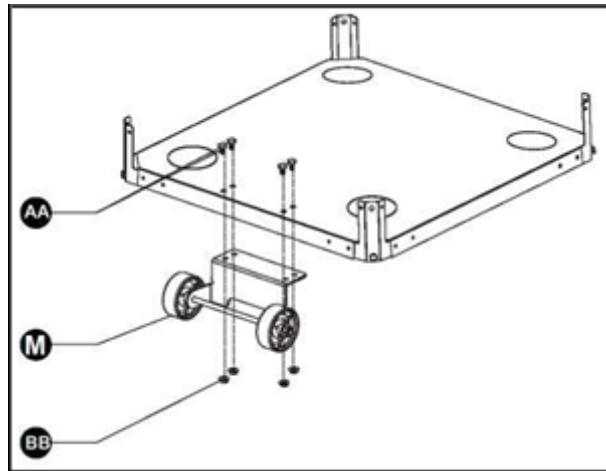

Рис. 4. Установка опоры с колесами.
1. Прикрепите опору с колесами (М) к нижнему основанию (N) с помощью 4 шт. болтов М6х10 (АА) и 4 шт. гаек М6 (ВВ), как показано на Рис.4.